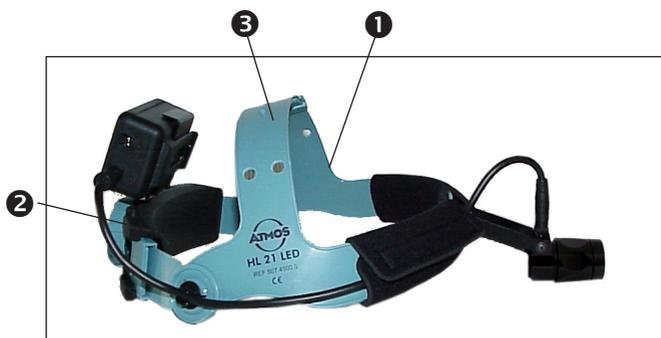

Fig. 2. Lampe frontale ATMOS HL 21 LED
- ❶ Casque de lampe frontale
- ❷ Bouton de réglage du périmètre
- ❸ Languette de réglage de la hauteur
- ❶ Avant la première mise en service, respectez les conseils de sécurité du chapitre 2.0.
- ❶ Avant la première utilisation de la lampe frontale, chargez la batterie LED avec le chargeur inclus dans la livraison.
- Prenez le casque de lampe frontale complet (❶, Fig. 2) et posez-le devant vous sur la table.
- Adaptez le casque à l'aide du bouton de réglage (❷, Fig. 2) par palier à votre tour de tête, afin que son positionnement soit confortable. La hauteur du casque se règle avec une languette (❸, Fig. 2).
- ❶ La partie basse du casque de lampe frontale devrait être positionné juste au-dessus des oreilles.